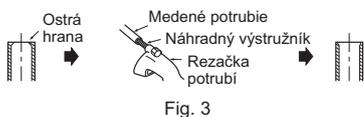

Fig. 3
- Pri pripájaní odtokovej hadice k tvrdému potrubiu z vinylchloridu dbajte, aby ste ju pripojili pevne. (Fig. 3)
- Vložte odtokovú zátku na miesto na zadnej strane interiérovej jednotky, kam sa má pripojiť odtoková hadica. (Fig. 3)
- Z odrezaného prierezu potrubia dôkladne odstráňte všetky ostré hrany. (Fig. 3)